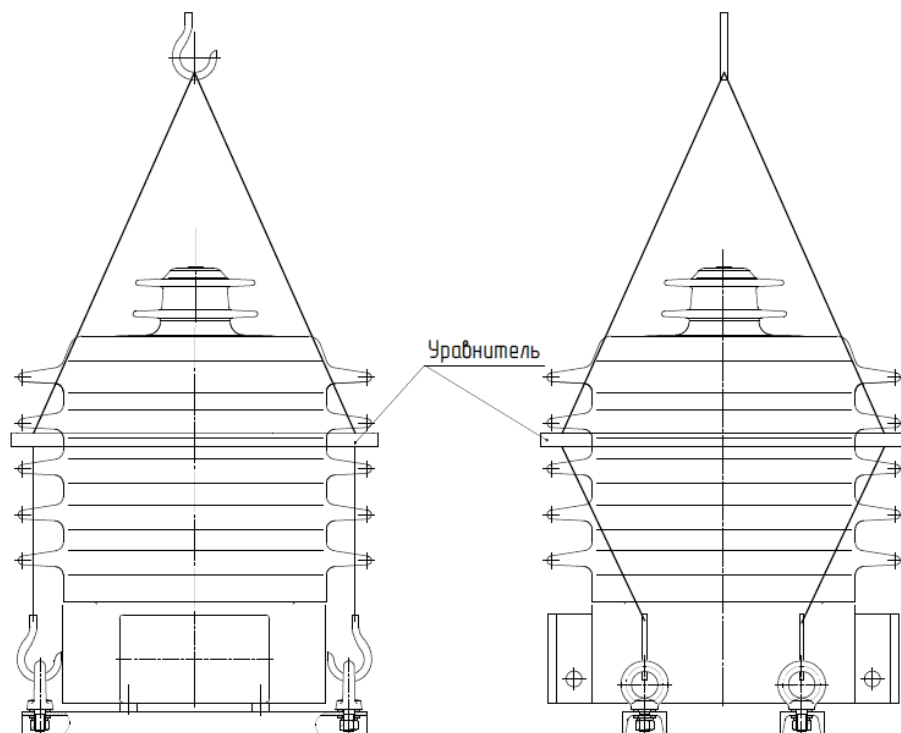

Рис.1
8.5. При проведении такелажных работ по схеме строповки без упаковки (Приложение Б, рис.1), стропы должны иметь резиновую или иную мягкую оболочку, не повреждающую поверхность трансформаторов, а также, обязательным требованием является наличие на стропах уравнивателя, исключающего опрокидывание трансформатора.